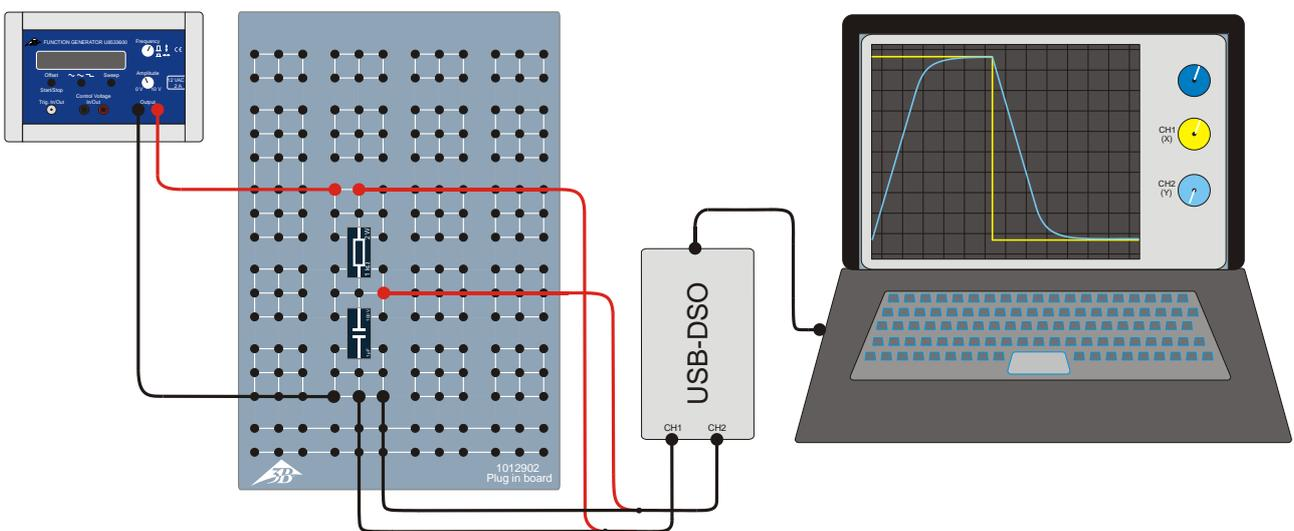

Fig. 2: Rappresentazione della disposizione per la misurazione.
- Eseguire la disposizione per la misurazione secondo Fig. 2.
- Inserire la resistenza 1 kΩ e capacità 1 μF come mostrato in Fig. 2 e 3 nella scheda.